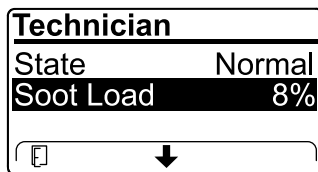

Figura 45
- Vea la carga de hollín que se mide como porcentaje de hollín en el DPF (Figura 45); consulte la tabla de carga de hollín.